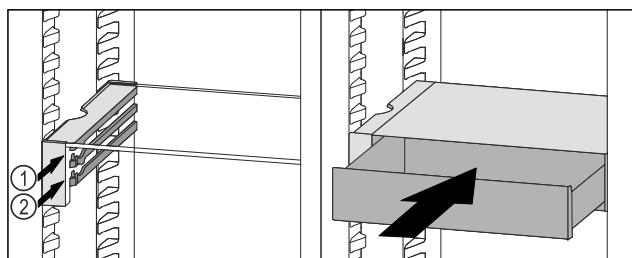

Fig. 54
► Nasadte zásuvku VarioSafe za zarážky na požadovaném žebřu Fig. 54 (1) nebo Fig. 54 (2).